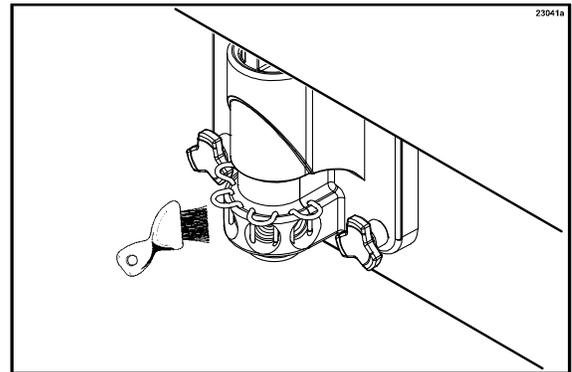

Figura 56
11. Use el cepillo para orificio de jarabe para cepillar cada orificio de jarabe 10 a 15 veces. Moje el cepillo en la solución limpiadora antes de cepillar cada orificio. (Vea la figura 56).